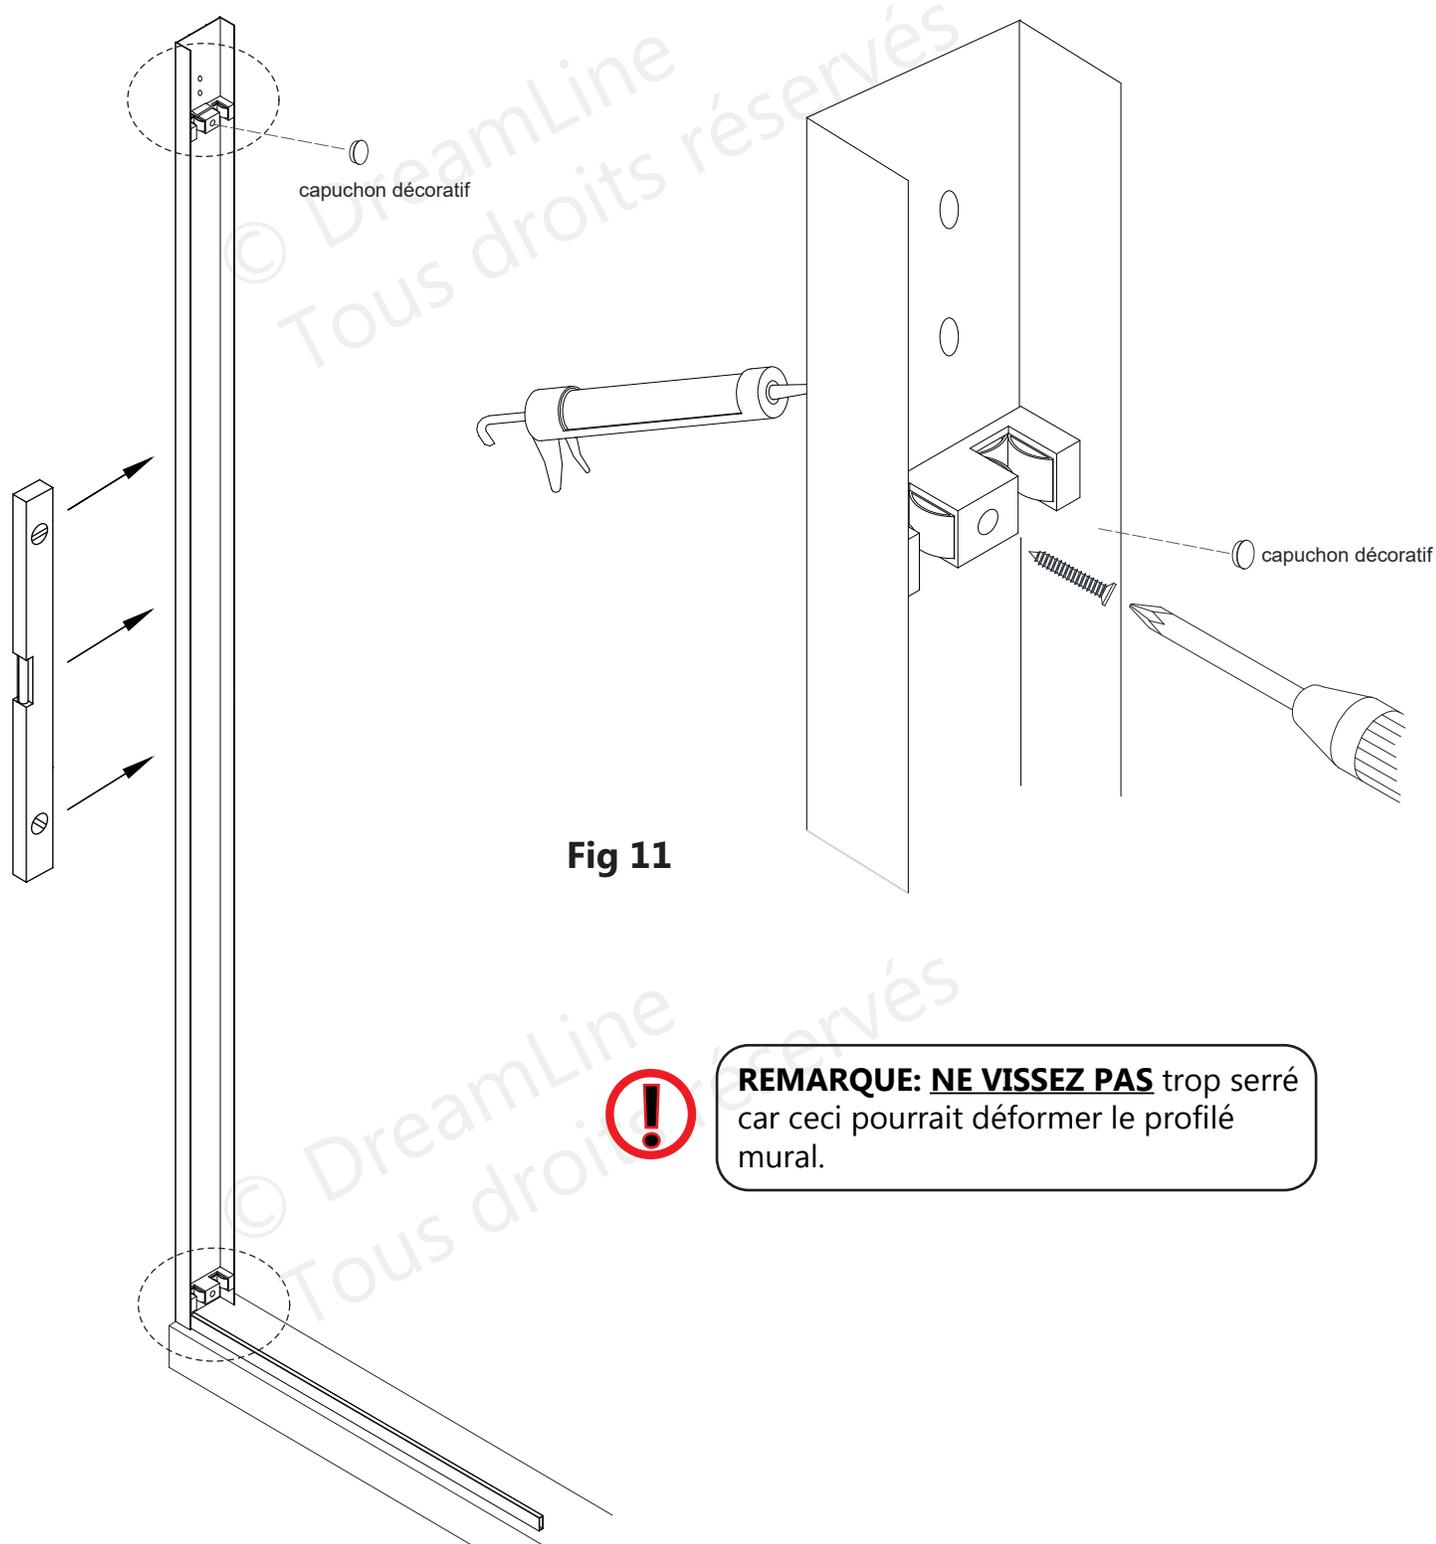

Fig 11
11. Appliquez du silicone à l'endos du **Profilé Mural (N° 19)** et replacez-le en position sur le mur. Alignez le **Butoir SafeClose™ (N° 20)** devant les trous appropriés et vissez-les au mur à travers le **Profilé Mural (N° 19)** avec des **Vis à Tête Ronde ST4.2x40 (N° 23)**. Recouvrez les têtes de vis avec les capuchons décoratifs fournis. **(Fig 11)**